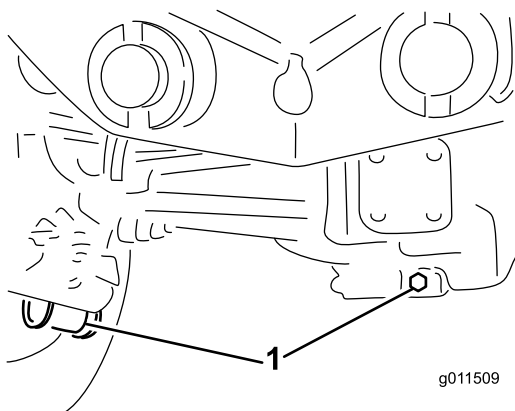

Figure 109
2. Nettoyez la surface autour des 3 bouchons de vidange, 1 à chaque extrémité et 1 au centre (Figure 109).